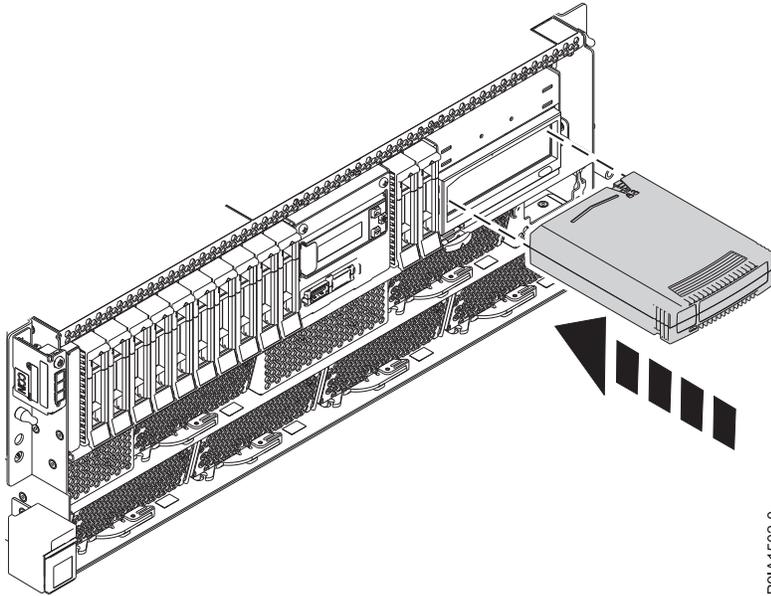

Figure 30. Remplacement de l'unité de disque amovible RDX interne
2. Insérez l'unité de disque amovible RDX interne dans la station d'accueil, comme illustré dans la figure 30, à la page 35.